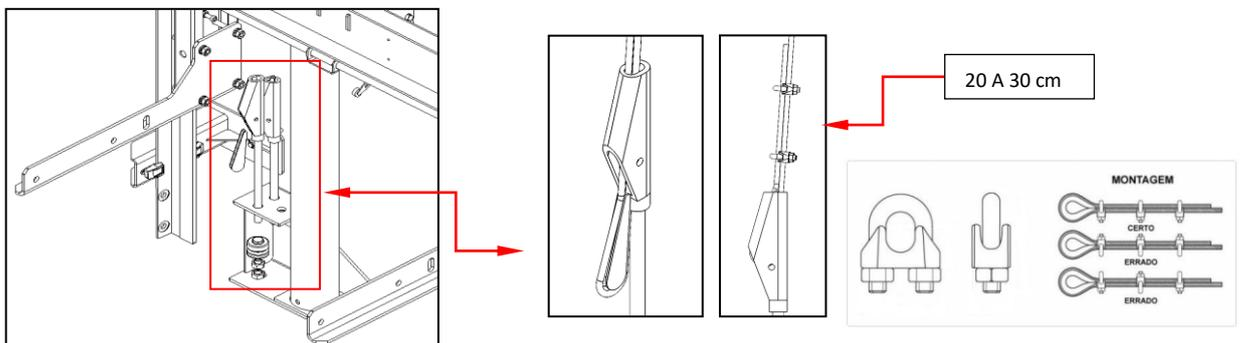

Figura 14: Montagem dos tirantes inferiores
- Posicionar os braços da arcada direito e esquerdo nas guias (já montados em "L"), conforme figura 14. Realize primeiro o travamento das peças fixando a travessa do freio da arcada (1), e depois a travessa de travamento dos fechamentos(2). Travar a viga central no batente do braço da arcada.
- Monte os tirantes inferiores no suporte conforme figura 14.